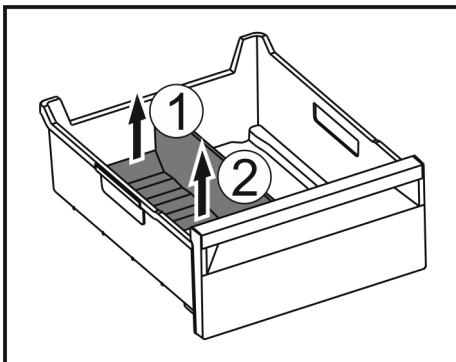

Fig. 188
- ▶ Hinteren Teil des Eisfach-Trenners anheben. Fig. 188 (1)
- ▶ Eisfach-Trenner nach oben entnehmen. Fig. 188 (2)